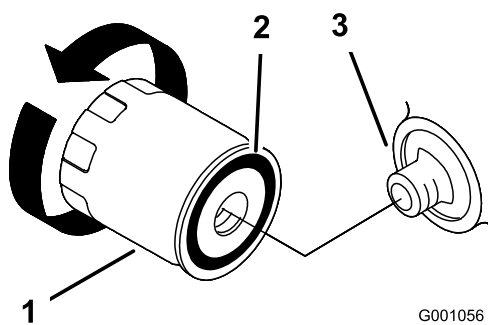

Bild 21
2. Entfernen Sie den Altfilter und wischen die Dichtfläche am Anbaustutzen (Bild 21) ab.
3. Ölen Sie die Gummidichtung am Ersatzfilter leicht mit Frischöl ein (Bild 21).
Sie den Filter dann um eine weitere 2/3 oder ganze Drehung fest (Bild 21).